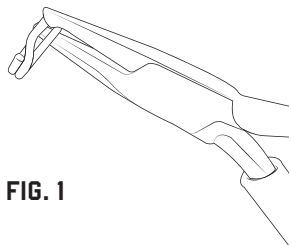

FIG. 1
1. Ouvrez une extrémité de l'anneau brisé (Fig. 1).